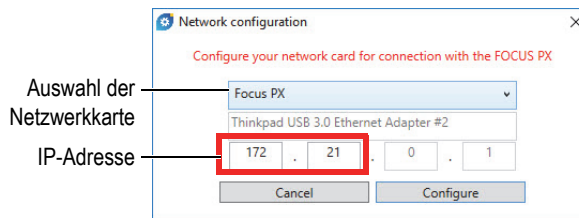

Abbildung 5-3 Auswahl der zu konfigurierenden Netzwerkkarte
4. Im Dialogfeld **Network configuration** wählen Sie die Netzwerkkarte aus, die für die FOCUS PX Verbindung verwendet wird (siehe Abbildung 5-3 auf Seite 21).